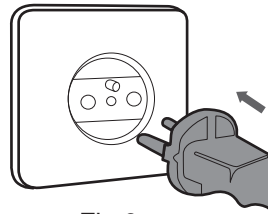

Fig.6
1. Reliez le broyeur à une rallonge adéquate, puis branchez celle-ci sur une prise de courant (Fig.6).